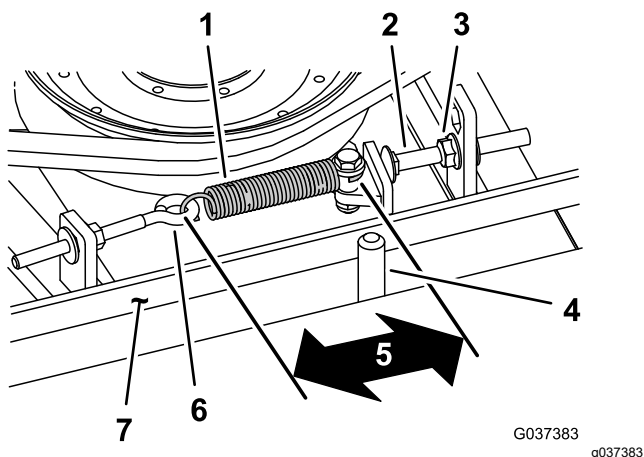

図 115
エクステンションスプリングの長さフックからフックまでが $8.3 \text{ mm} \pm 9.5 \text{ mm}$ であれば、張りは適切です。スプリングの張りを正しく調整できたら、その下のストップボルト キャリッジボルト の頭部とアイドラームとの間の隙間を $2 \text{ mm} - 5 \text{ mm}$ に調整します 図 115。
注 ベルトが、ベルトガイドのスプリング側に取り付けられていることを確認してください 図 115。
2. アイボルトをゆるめる 図 115。
3. ストップボルトを取り付けタブに固定しているフランジナットをゆるめ、プーリをベルトから外す 図 115。
9. エクステンションスプリング 図 115 をアイボルトに以下のように取り付ける